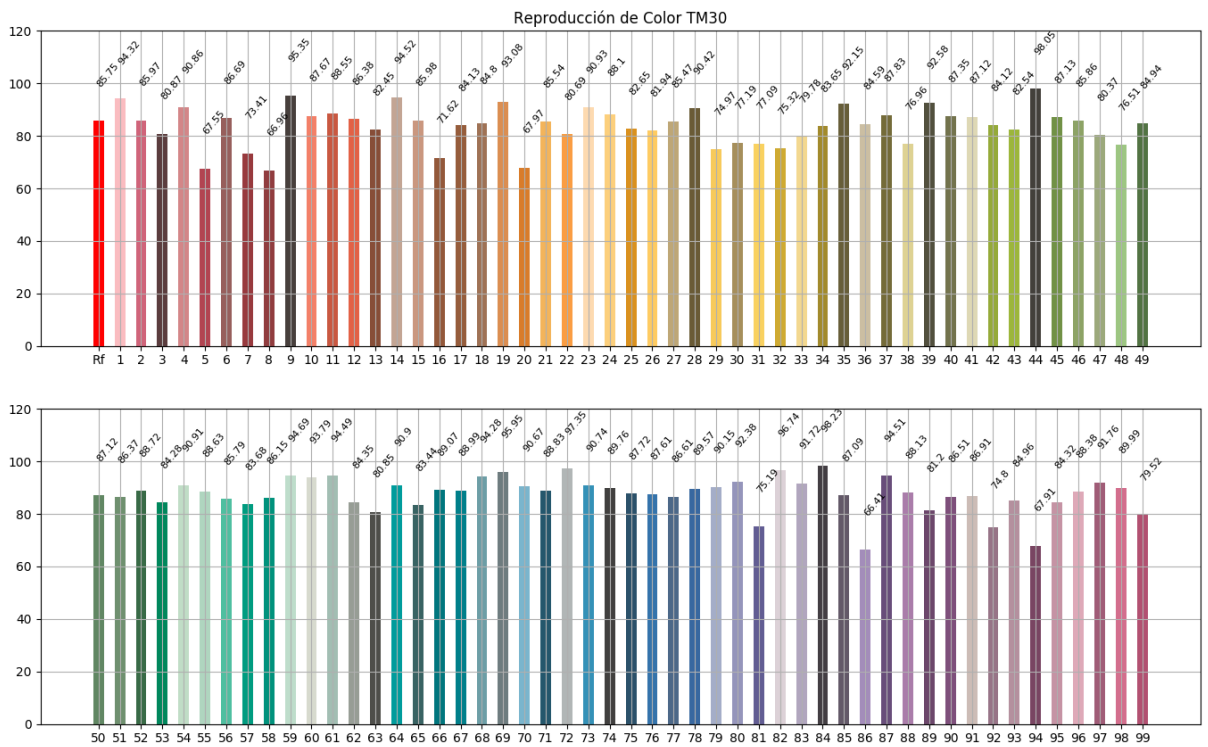

Figura 19: Ejemplo TM30 una iteración
La Figura 19 muestra la gráfica de resultado del TM30 para una iteración para el R_f y sus noventa y nueve (99) muestras de color.